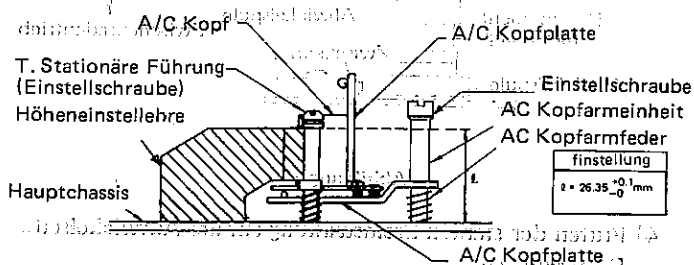

Abbildung 23.
1. Die Höheneinstellehre, wie in Abbildung 23, gezeigt auf das Hauptchassis A aufsetzen.